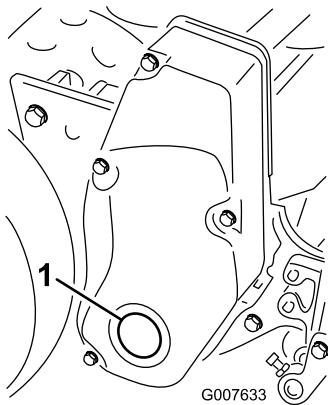

Bild 58
1. Nehmen Sie die Schraube in der rechten Spindelantriebsabdeckung ab (Bild 58).